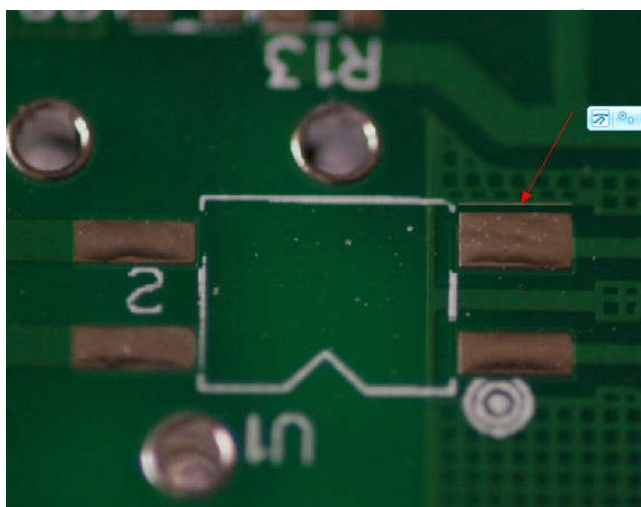

图 60
6) 图 60 是实物板图片，箭头所指的地方图中有开窗上锡导致焊接时容易与周围焊盘引起短路，PCB 文件中此处未做开窗处理，以下分析哪项是正确的 (D)